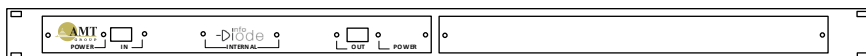

Рис. 2. Передняя панель AMTID-HW-BK, AMTID-HW-BKT
На передней панели AMTID-HW-BK, AMTID-HW-BKT (Рис. 2) размещены два внешних оптических интерфейса 1000Base-SX – с SFP-модулями и коннектором типа LC или 1000Base-TX RJ45: входной (IN) и выходной (OUT).